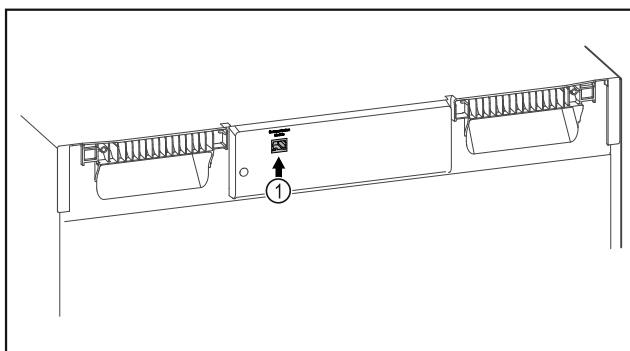

Fig. 105
- SmartModule Fig. 105 (1) установлен.